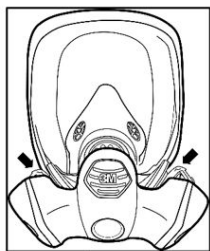

Fig.12
1. Quite la tapa de la válvula jalando suavemente de los lados izquierdo y derecho de la tapa para alejarla de la máscara (Fig. 12 y 13).
1. Retire la tapa de la válvula de exhalación al jalar suavemente de los lados izquierdo y derecho de la tapa para alejarla de la máscara (Fig. 12).
2. Retire la tapa de la válvula de exhalación al jalar suavemente de los lados izquierdo y derecho de la tapa para alejarla de la máscara (Fig. 12).